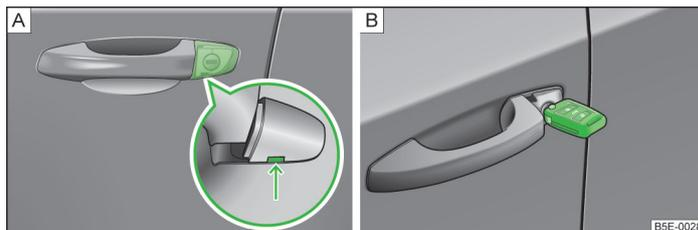

Abb. 17 Griff an der Fahrertür: abgedeckter Schließzylinder / Schließzylinder mit Schlüssel
- › Den Fahrzeugschlüssel in die Aussparung an der Unterseite der Abdeckung im Pfeilbereich einschieben und diese nach oben klappen » Abb. 17 [A].